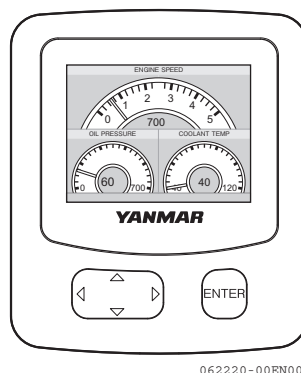

Figura 38
- Quando o motor arranca, o ecrã do VC20 mostrará o ecrã com condições do motor (**Figura 38**).